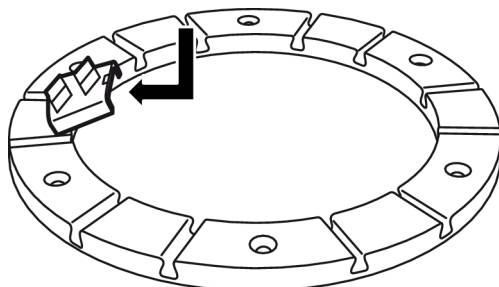

Рисунок 4-2. Установка головок
1. Сместите шлифовальную головку по диагонали сверху вниз в соответствующий направляющий паз в держателе. Затем полностью втолкните головку в паз, см. Рисунок 4-2, стр. 18.
2. Сместите шлифовальную головку по диагонали сверху вниз в соответствующий направляющий паз в держателе, см. Рисунок 4-2, стр. 18. Затем полностью втолкните головку в паз.